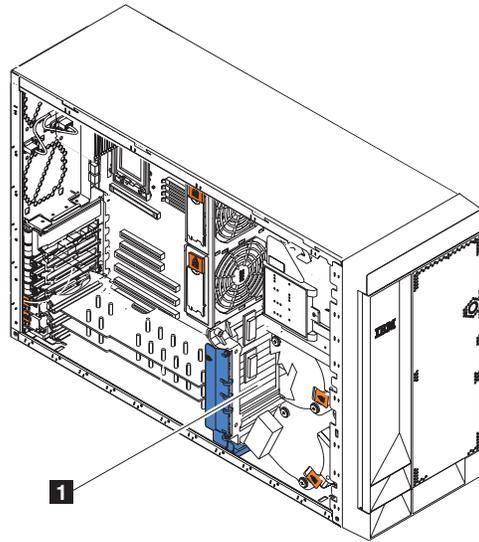
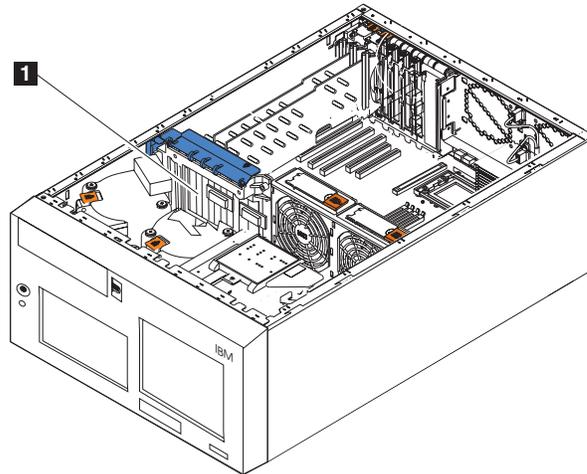

Figure 93. Emplacement du fond de panier DASD du moteur (Modèle 25T)
Figure 94. Emplacement du fond de panier DASD du moteur (Modèle 25T avec l'option de conversion pour montage en rack)
11. Faites passer le câble par le support de cartes (voir la figure 43 à la page 57) et connectez l'autre extrémité du câble SCSI au connecteur SCSI (J9) du disque dur sur le fond de panier DASD du moteur. Voir la figure 93 à la page 117 ou la figure 94 à la page 117 pour l'emplacement du fond de panier.